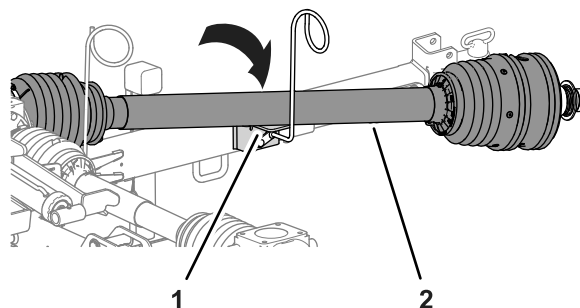

Figura 9
2. Mueva el árbol de transmisión de la TDF al soporte del árbol de transmisión de la guía de las mangueras (Figura 9).